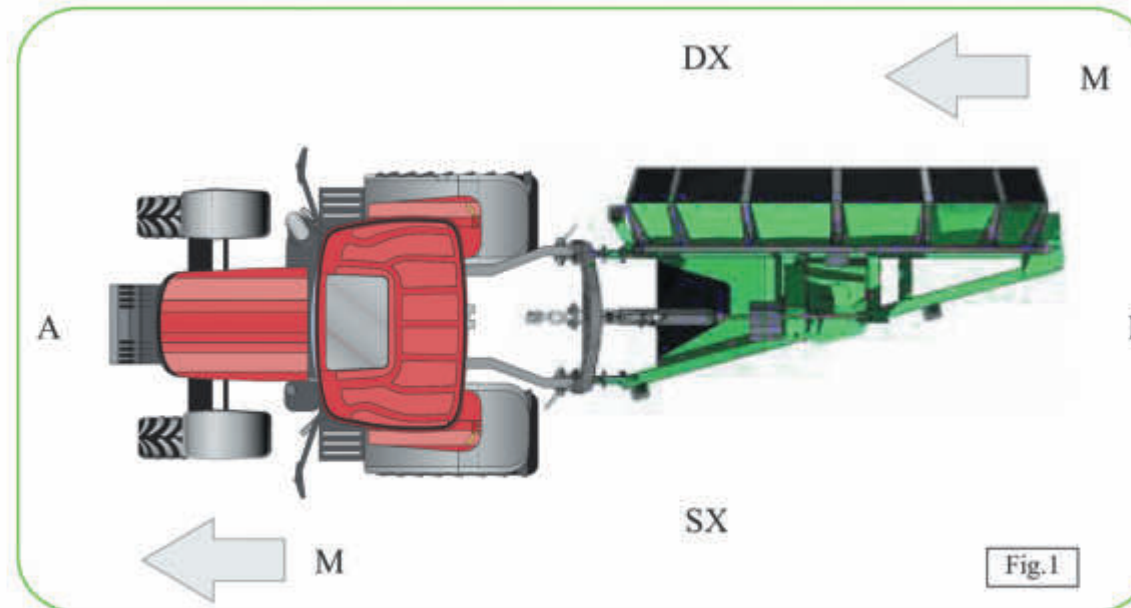

Fig.1
Prima di utilizzare le attrezzature leggere attentamente il presente manuale. Nel manuale i riferimenti anteriore (A), posteriore (P), destro (DX), sinistro (SX), sono riferiti al senso di marcia (M) del trattore con la macchina agganciata come indicato in fig.1.
Before using the equipment, carefully read the following manual. In the manual, references to forward (A), reverse (P), right (DX), and left (SX), are referred to the direction of movement (M) of the tractor with the machine hooked up as show in fig. 1.
Vor dem Gebrauch der Ausrüstung muss das vorliegende Handbuch aufmerksam gelesen werden. Die im Handbuch verwendeten Verweise vorn (A), hinten (P), rechts (DX), links (SX) beziehen sich auf die Fahrtrichtung (M) des Traktors mit angekoppelter Maschine, siehe Abbildung 1.